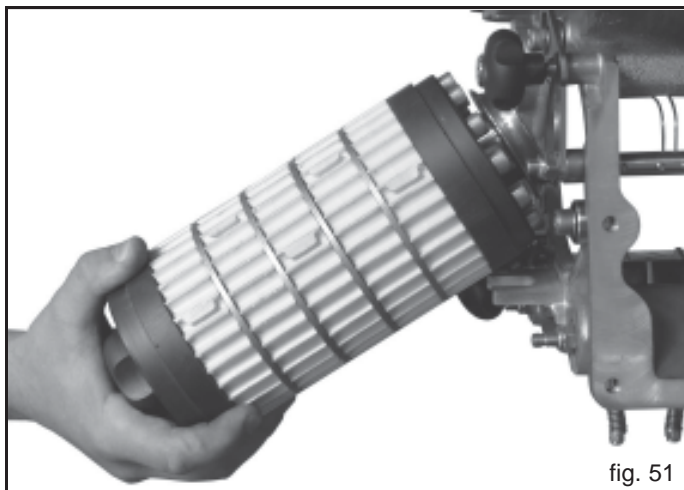

fig. 51
- 2) Handrad weit loesen oder ganz abschrauben. (Fig.51).